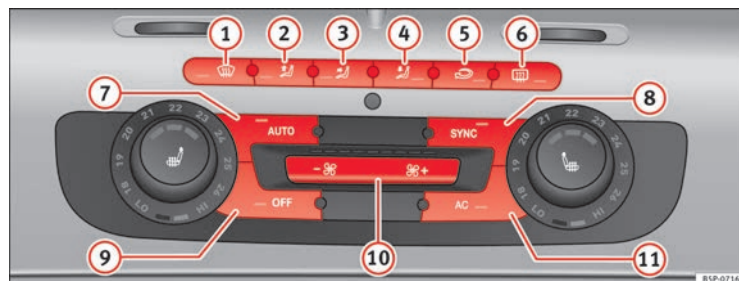

Fig. 131 Sur la planche de bord : éléments de commande du Climatronic bi-zone.
- Pour activer le mode manuel, appuyez sur l'une des touches $\Rightarrow$ fig. 131 1 à 5, ou sur les touches de la soufflante 10. La fonction sélectionnée apparaîtra sur l'écran de l'autoradio ou du navigateur.
- Appuyez sur le bouton  ⇒ fig. 131  pour activer ou désactiver le mode recyclage de l'air ambiant. Il est activé si vous voyez sur l'affichage le symbole .